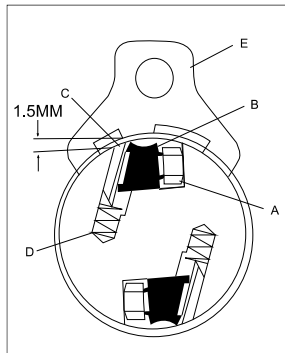

Рис. 5
2. Послабивши фіксатор ножа (В) поверніть гвинт (А) за годинниковою стрілкою. Ножі вийдуть назовні під дією пружини (D). Вийміть ніж (З) і потім фіксатор ножа (В) (Рис.5)
Встановлення ножів (Рис.5)